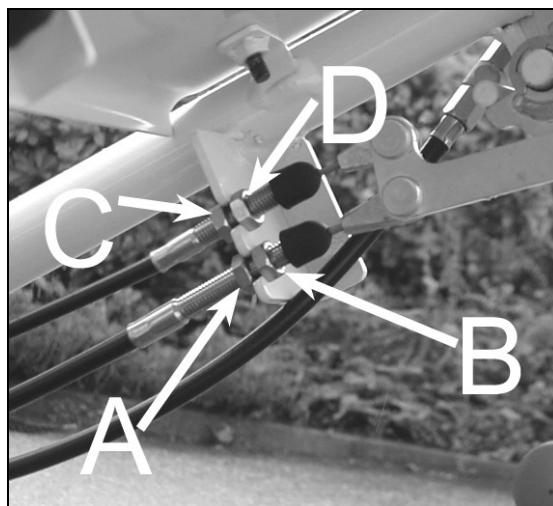

Figure 25
- Dévissez le contre écrou du système de réglage de tension du câble des lames (figure 25, repère A).
- Dévissez l'écrou de réglage de tension du câble de transmission (figure 25, repère B).
- Dévissez le contre écrou du système de réglage de tension du câble de transmission (figure 25, repère A).
- Vissez l'écrou de réglage de tension du câble de transmission (figure 25, repère B).